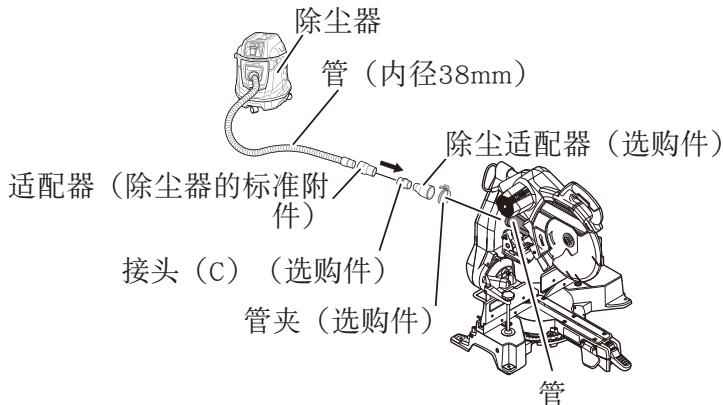

图33
16. 连接除尘器（另售）（图33）
按箭头方向进行连接。（图33）